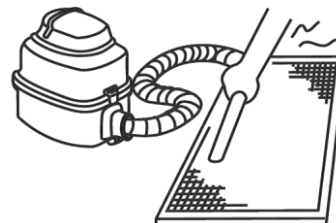

Fig. 5-15
- Quando si pulisce con aspirapolvere, il lato che aspira l'aria deve essere rivolto verso l'alto. (Vedi fig. 5-15.)